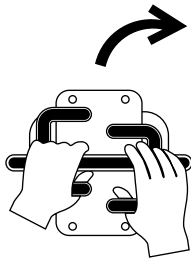

Bild 12
- Bewegen Sie den linken Fahrtriebshebel nach vorne, um nach rechts zu fahren (Bild 12).